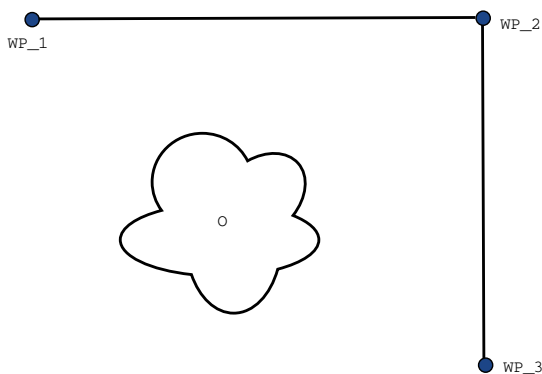

Figura 14.2: WP\_1: posición inicial, WP\_2: punto de la ruta, WP\_3: posición de recogida, O: obstáculo.
**Ejemplo** Tomemos como ejemplo una aplicación de carga y descarga (consulte figura 14.2), en la que el robot se encuentra en ese momento en el punto de paso 1 (WP\_1) y necesita recoger un objeto en el punto de paso 3 (WP\_3). Para evitar colisiones con el objeto y otros obstáculos (O), el robot debe aproximarse a WP\_3 en la dirección procedente del punto de paso 2 (WP\_2). Por ello, se introducen tres puntos de paso para crear una trayectoria que cumpla estos requisitos.